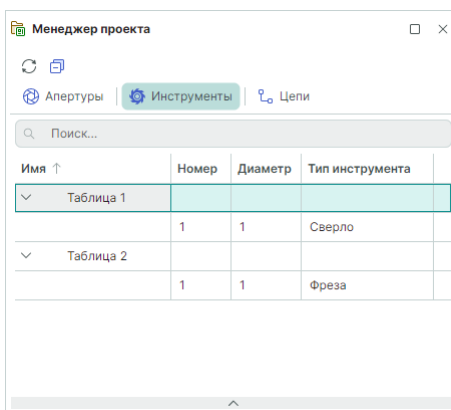

Рис. 38 Вкладка «Инструменты»
2. Вкладка «Инструменты» отображает инструменты мех. обработки, созданные в проекте производства, см. Рис. 38.